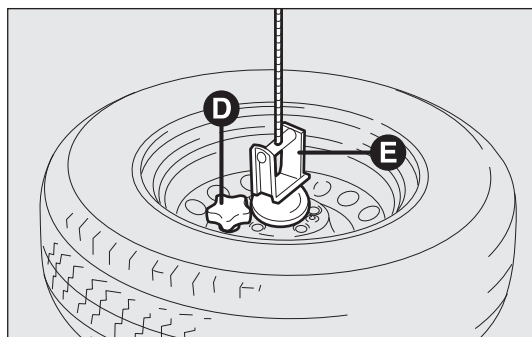

fig. 164
- dévisser le pommeau de retenue D-fig. 164 et libérer la roue en ôtant le support E;
- prélever la roue changée, la refixer au support E-fig. 164 et visser le pommeau D;